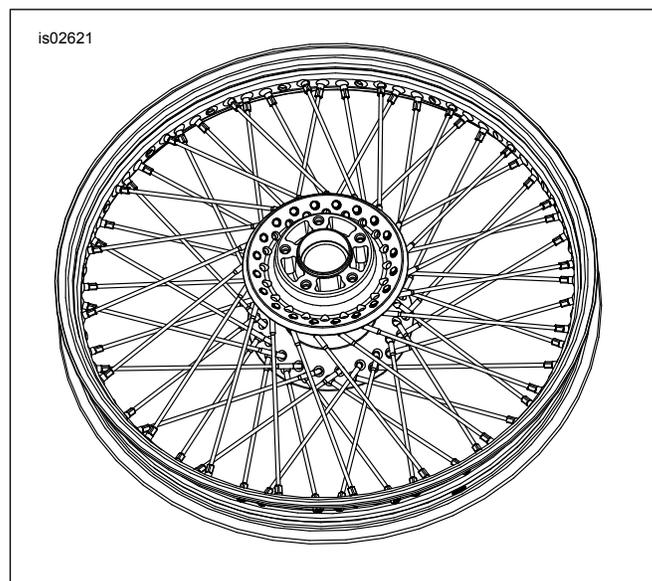

Figure 7. Installer les rayons extérieurs (roue de 21 pouces montrée)
7. Voir Figure 7. Retourner la jante de sorte que le côté du disque de frein soit orienté vers le **bas**. Placer n'importe quel rayon de la rangée **extérieure** dans le moyeu. Incliner le rayon dans le sens antihoraire et insérer-le dans le trou de jante incliné pour le recevoir. Monter l'écrou de rayon sans le serrer.